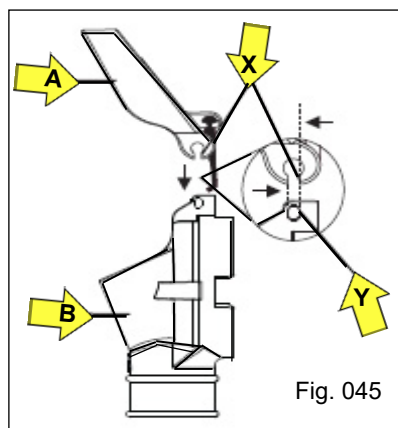

Fig. 045
a) Incline a tampa do bocal "A" de forma que a mesma fique alinhada com a face plana do canal oblongo "X", direcionando ao encaixe "Y" do pino do bocal (Fig. 045);